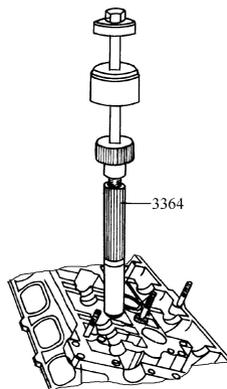

图 2-88 用 3364 压出气门杆油封
11) 如图 2-88 所示，用工具 3364 压出气门杆油封。